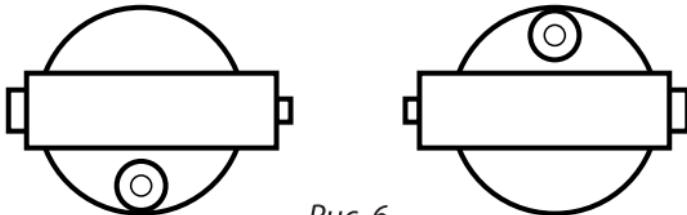

Рис. 6
- С помощью подъемных винтов установите пузырек в центр круглого уровня и поверните зрительную трубу на  $180^\circ$ . Пузырек должен остаться в центре. В противном случае необходимо произвести юстировку (рис. 6).